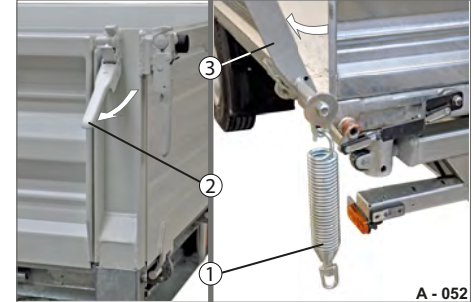

Abb. 32 Bordwand-Hebefeder entsichert
- ▶ Öffnen Sie beidseitig die oberen Verschlüsse (Abb. 32/2) der seitlichen Bordwand.
- ▶ Klappen Sie die Bordwand (Abb. 32/3) im 2-Mann Betrieb vorsichtig herunter.